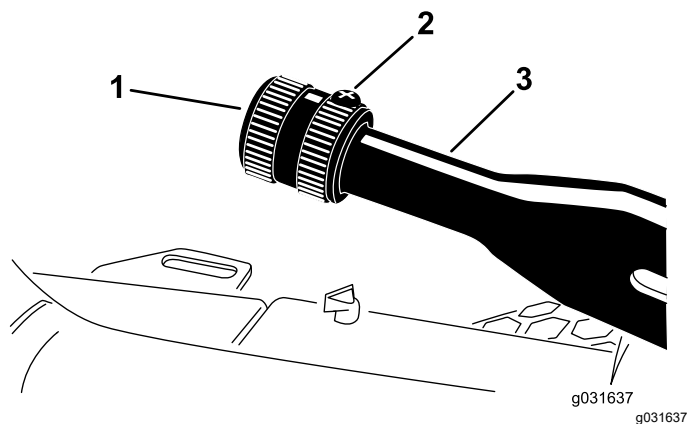

Рисунок 61
1. Ослабьте установочный винт, который крепит рукоятку к рычагу стояночного тормоза (Рисунок 61).